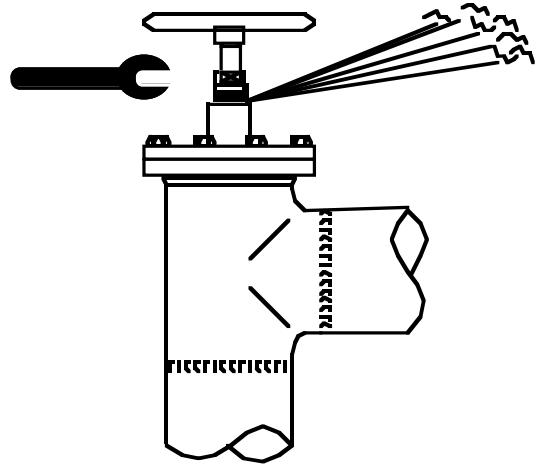

Fig. 6
2. Pressure equalizing (fig. 6): In some cases pressure forms behind the packing gland. Therefore fix a hand wheel or a big washer on top of the spindle while the pressure is equalized. The pressure is equalized by slowly unscrewing the packing gland.
2. Trykudligning (fig. 6): I visse tilfælde kan der danne sig tryk bag pakforskrningen. Derfor skal der være fastspændt et håndhjul eller en stor spændeskive for enden af spindlen, mens trykket udlignes.
2. Druckausgleich (Fig. 6): In gewissen Fällen kann sich ein Druck hinter der Dichtungsstopfbüchse bilden. Während des Druckausgleiches muss deshalb ein Handrad oder eine grosse Unterlegscheibe am Ende der Spindel festangezogen sein. Der Druck lässt sich durch langsames Heraus-schrauben der Dichtungsstopfbüchse ausgleichen.
2. Compensación de presión (fig. 6): En algunos casos se puede crear una presión detrás del racor de empaquetadura. Por eso, debe haber un volante o una gran arandela montado en el extremo del vástago mientras se compensa la presión. La presión se compensa girando lentamente el racor hacia fuera.